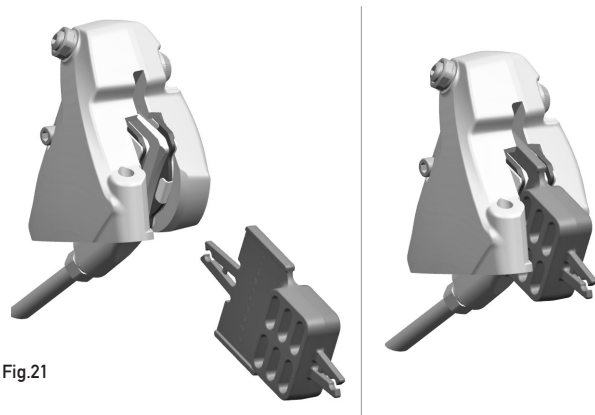

Fig.21
- Caso seja necessário remover as rodas da bicicleta, certifique-se de que inseriu a ferramenta de transporte (Fig. 21) que impede que as pastilhas de travão se juntem se o manete de travão estiver engatado acidentalmente, impossibilitando a inserção do disco.